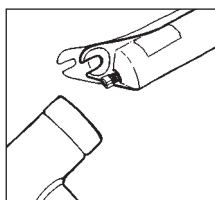

Fig. 6
6. Allentare parzialmente i bulloni dello stelo con una chiave esagonale da 5 mm, picchiettare con decisione i bulloni con un mazzuolo liberando gli steli dal tubo inferiore (vedere Fig. 6) e togliere i bulloni completamente. Quando si sfilano i bulloni dello stelo, l'olio contenuto nel sistema Hydracoil/valvola libera uscirà dal fondo del tubo inferiore. Usare l'apposito recipiente per raccogliere l'olio.